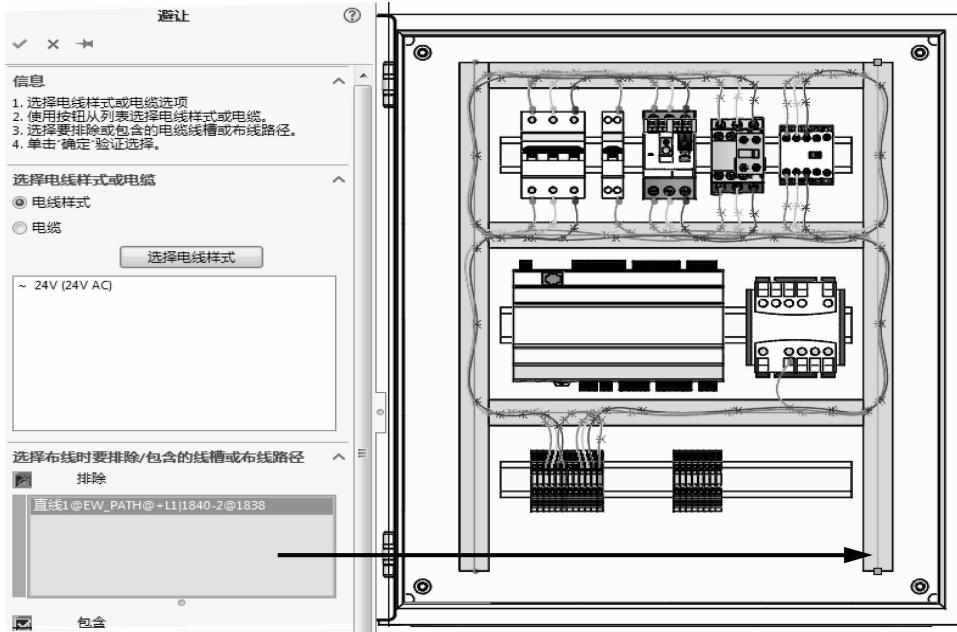

图 14-17 避让线型
**步骤 14 避让线型** 单击【避让】确保电线类型已激活，单击【选择电线样式】，在对话框中展开群：0-Electrical 单击【~24V AC】设置线型启动，单击【选择】。单击【执行】，选择机柜右边的线槽，单击【确定】，如图 14-17 所示。